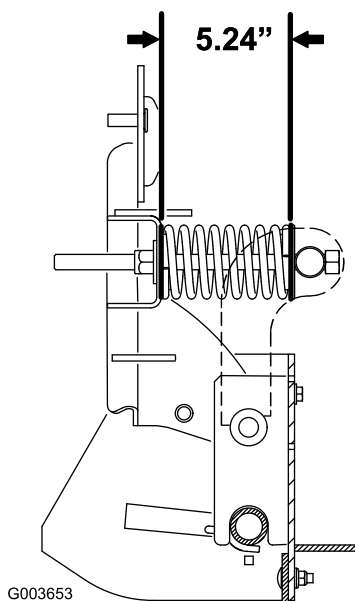

Figure 8
- L'agressivité du scarificateur peut être modifiée en ajustant la longueur des ressorts (Figure 8). Lorsque les ressorts sont allongés, la scarification est moins agressive. Lorsque les ressorts sont raccourcis, la scarification est plus agressive.
Les ressorts et les biellettes de commande sont réglés à l'usine. Toutefois, si des pièces neuves sont installées ou si les ressorts sont déposés pour une raison quelconque, la longueur des ressorts doit être ajustée à 133 mm comme montré à la Figure 8.